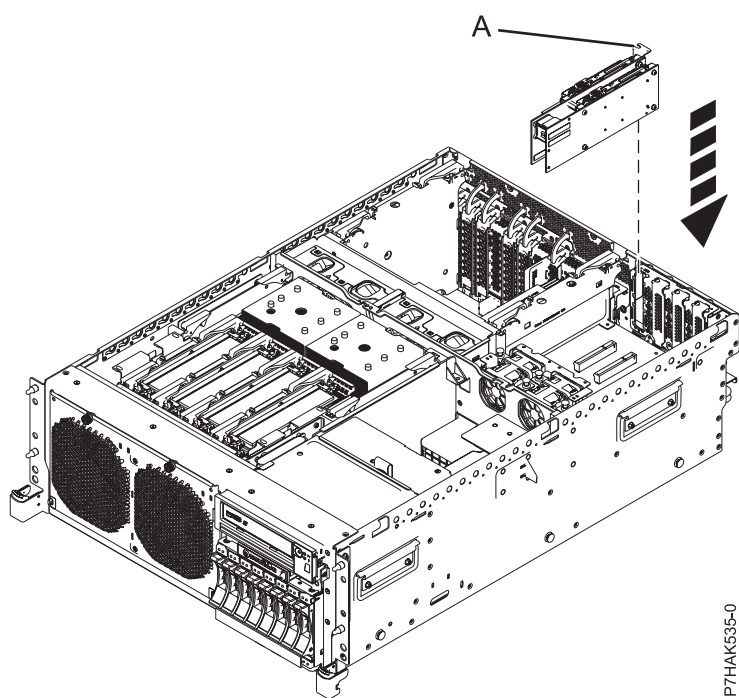
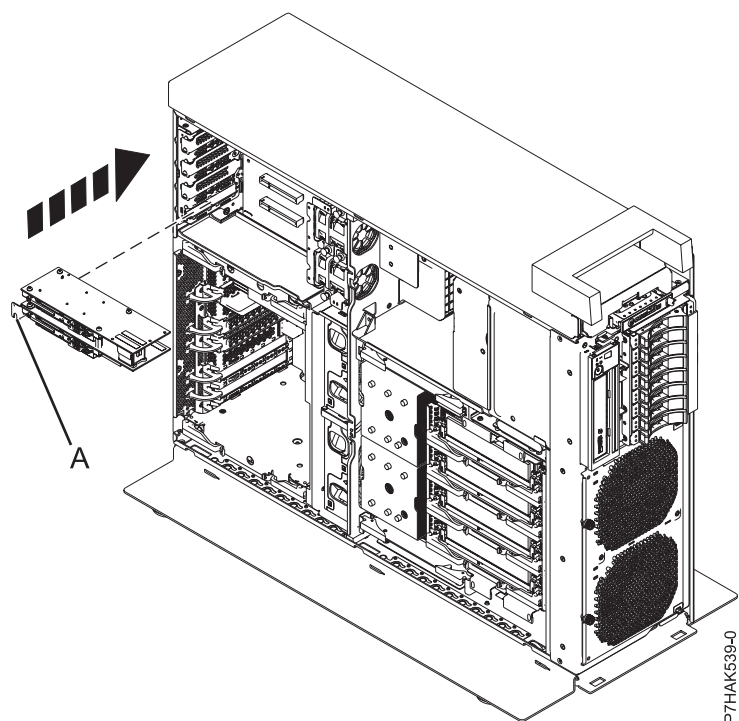

Figura 29. Sustitución de un adaptador RAID PCIe y SAS SSD en una tarjeta de expansión de un sistema montado en bastidor
Figura 30. Sustitución de un adaptador RAID PCIe y SAS SSD en una tarjeta de expansión de un sistema autónomo
19. Sujete el adaptador PCIe en su ranura desplazando el pestillo del adaptador (B) hacia atrás, hasta la posición de cerrado.
20. Si el sistema tiene una tarjeta de expansión, puede presionar el adaptador PCIe de perfil bajo para insertarlo en la ranura. Coloque el adaptador en su sitio utilizando como guía la contrapunta (A) del adaptador y luego presione el adaptador para insertarlo en su ranura, tal como se muestra en la Figura 29 en la página 38 y en la Figura 30 en la página 38.